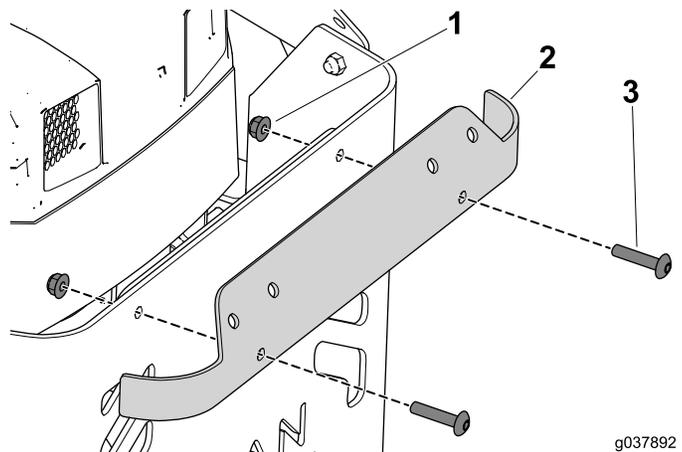

Figure 18
1. Retirez les boulons et écrous qui fixent la garniture supérieure à la machine (Figure 18).